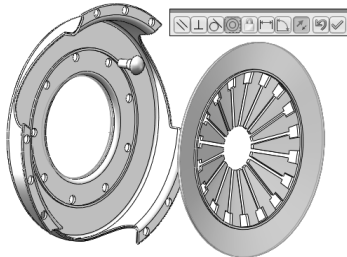

图 5-31 添加膜片弹簧与离合器盖的同心配合
STEP 8 单击“装配体”工具栏中的“配合”按钮，为膜片弹簧与离合器盖添加同心配合，如图 5-31 所示。